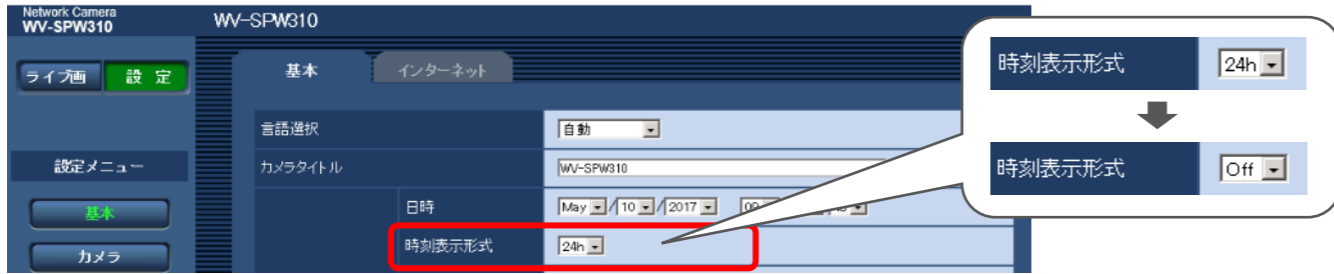

図3 カメラの時刻表示形式の設定
- (1) 時刻表示形式を「24h」から「Off」に設定する。(図3)